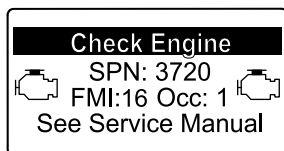

Figura 43
- Aviso do motor SPN 3720, FMI 16 (Figura 43)